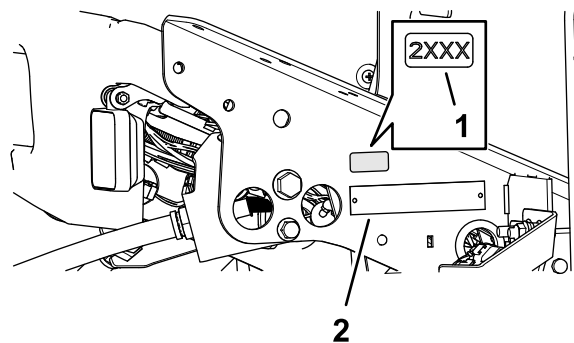

Figura 35
1. Utilize álcool e um pano limpo para limpar a área do suporte do piso junto à placa do número de série, e deixe secar o suporte (Figura 35